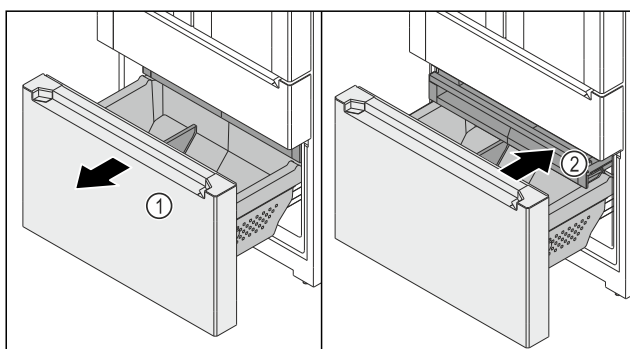

Fig. 151
- Auszugswagen Fig. 151 (1) bis zum Anschlag herausziehen.
- Schubfach Fig. 151 (2) ist automatisch herausgezogen.
- Schubfach Fig. 151 (2) einschieben.